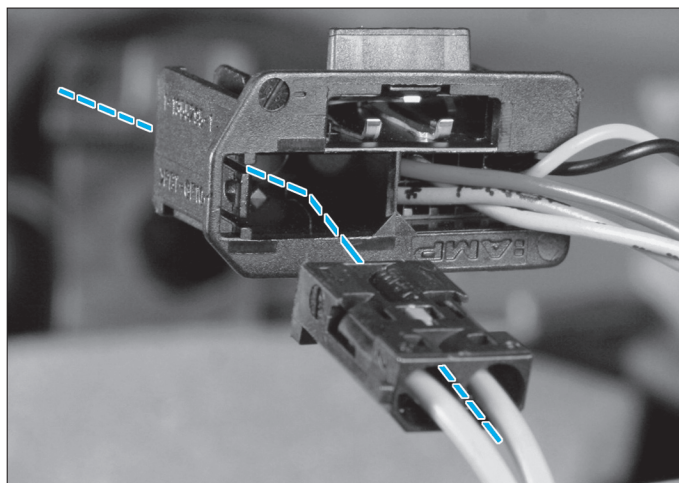

Fig. 54
• Dégager les faisceaux électriques pouvant entraver la dépose de la planche de bord complète (Fig.54).